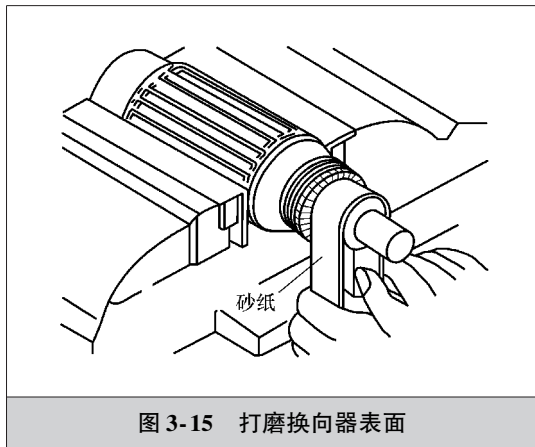

图 3-15 打磨换向器表面
3) 检查换向器表面, 若太粗糙则用 500 ~ 600 号砂纸轻轻打磨, 如图 3-15 所示。